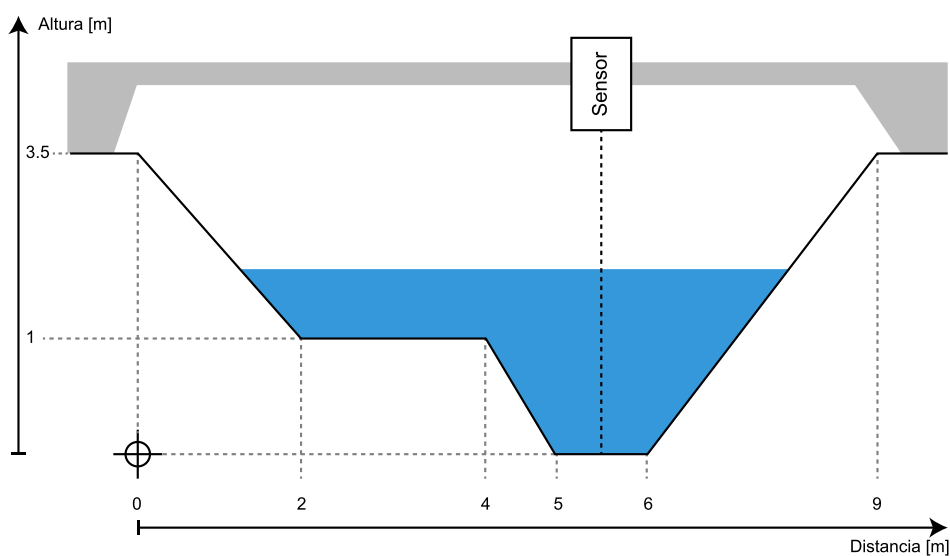

Figura 17 Perfil transversal con altura relativa al fondo
- altura con respecto al fondo con valores positivos hacia arriba, ver Figura 17